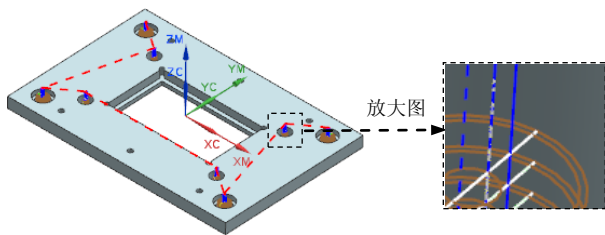

图 11.45 刀路轨迹
Step1. 在“平面铣”对话框中单击“生成”按钮 ，在图形区中生成图 11.45 所示的刀路轨迹。